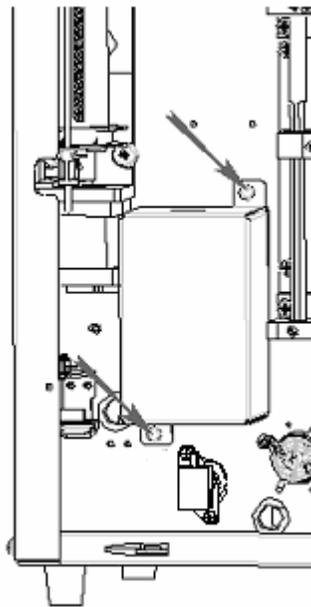

Рисунок 10-18 Винты-держатели щита
3. Снимите винты, держащие щит кюветы, как показано на **рис. 10-18**;